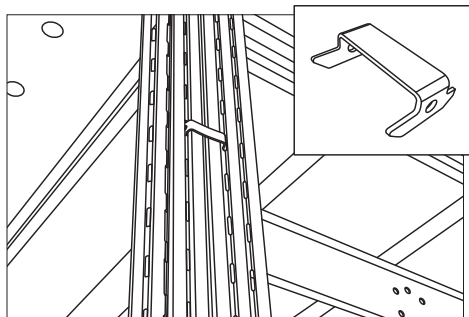

Рис. 24. Соединение секций стеллажей скобой соединительной
3) Крепление секций с помощью скобы ТСУ соединительной. Скоба соединительная ТСУ используется для соединения стоек смежных секций стеллажей при их размещении по схеме «спина к спине» (рис. 24). Для высоты стеллажей до 2500 мм используется 1 скоба, для 3000 мм — 2 скобы, для 3500 мм и выше — 3 скобы.